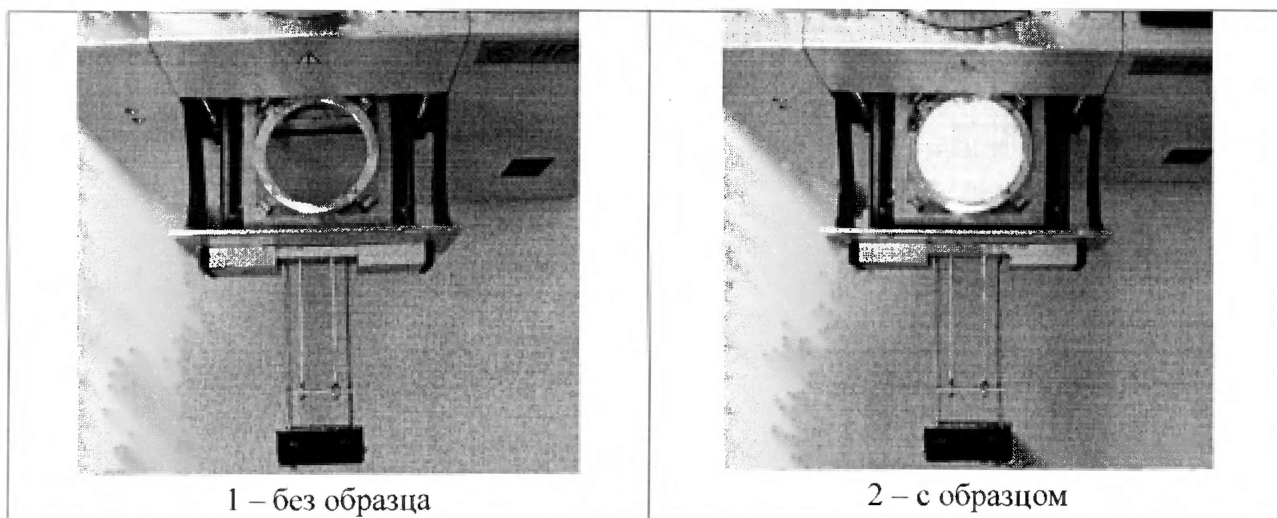

Рисунок 3.2 – Кассета для образца в выдвинутом состоянии
3.7.8 Измеряемый образец помещают в кольцевую кассету диаметром 50 мм (рисунок 3.2). Кассету с образцом вводят в измерительный резонатор, при этом образец прижимается к нагреваемой верхней крышке резонатора.